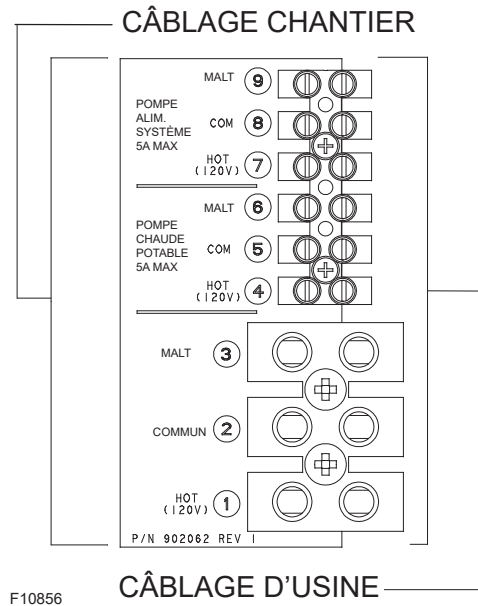
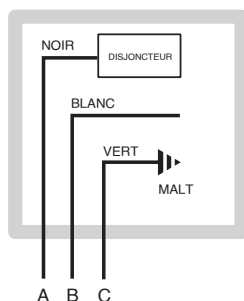
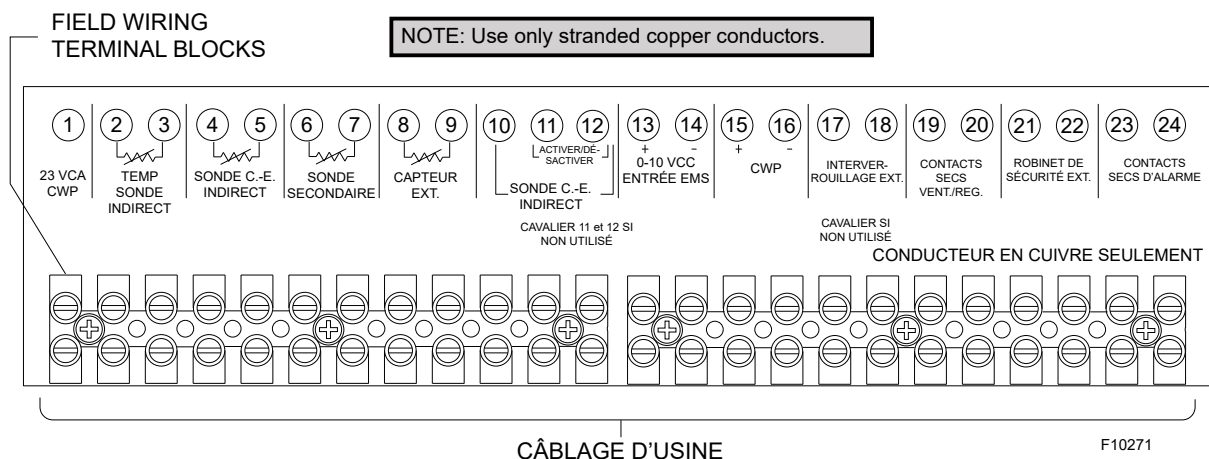

Figure 20. Raccordements électriques
Figure 21. Raccordements d'alimentation
Figure 24. Câblage basse tension au chantier
Tous les raccordements de câblage haute tension doivent être effectués dans la boîte de jonction arrière, comme illustré à la **Figure 20**. Si requise, une pompe de chauffe-eau indirect nécessitant 5 A ou moins peut être alimentée par les bornes 4 (Hot), 5 (Com) et 6 (Gnd). Une pompe système nécessitant 5 A ou moins peut être alimentée par les bornes 7 (Hot), 8 (Com) et 9 (Gnd). La pompe de la chaudière doit être alimentée par un circuit de 30 A comportant un contacteur. Les pompes doivent être alimentées par des circuits de 30 A distincts comportant un contacteur. Les conducteurs d'alimentation de la chaudière MVB doivent être raccordés aux bornes 1, 2 et 3, comme indiqué à la **Figure 20**. Le câblage basse tension, y compris celui des capteurs, dispositifs d'asservissement ou d'activation/désactivation et autres options, doivent être raccordés aux bornes 1 à 24 du panneau avant, comme indiqué à la **Figure 24**.
**⚠ AVERTISSEMENT:** à l'aide d'un multimètre, mesurez les tensions comme demandé sur le panneau de distribution, avant d'y connecter tout équipement. Assurez-vous que la polarité du système électrique est uniforme et vérifiez le bon raccordement de la MALT (voir Figure 21).
Voir Figure 20 et Figure 21.
Raccordez les bornes Enable/Disable au bornier de l'appareil (voir **Figure 24**). Toute fermeture des contacts secs, notamment ceux d'un thermostat distant reliés à ces bornes, mettra l'appareil MVB en marche. Veillez à ce qu'aucune des bornes ne soit mise à la terre.
2. Si le système doit comporter une sonde extérieure (option B-32), connectez-la aux bornes marquées OUTDOOR SENSOR (voir **Figure 24**). Veillez à ce qu'aucune des bornes ne soit mise à la terre.
2. Pour activer cette fonction de commande à distance, réglez le micro-interrupteur DIP 5 à la position UP sur la carte PIM. Le micro-interrupteur DIP 5 bascule entre un signal EMS (UP) ou le signal VERSA (DOWN). Le micro-interrupteur DIP 2 de la carte PIM bascule entre une entrée Direct Drive (UP) et une température de consigne cible (DOWN).
4. Connectez un système de gestion de l'énergie ou tout autre module de commande auxiliaire aux bornes marquées 0-10V (+/-) (voir **Figure 24**). Portez une attention particulière pour éviter que toute partie du circuit +0-10 V n'entre en contact avec une surface mise à la terre.
3. Connectez le débitmètre de la boucle secondaire aux bornes 6 et 7 du bornier du module PIM de la chaudière principale (voir **Figure 24**).
4. Connectez le capteur de température extérieur aux bornes 8 et 9 du bornier de la chaudière principale (voir **Figure 24**).
5. Connectez le câblage Enable/Disable aux bornes 11 et 12 du bornier de la chaudière principale (voir **Figure 24**). Cette connexion doit être fournie par la fermeture des contacts secs.
Il est possible de raccorder une sirène ou un clignotant aux contacts d'alarme du bornier. Les bornes de l'alarme sont des contacts secs d'une capacité de 3A devant être raccordés à un relais normalement ouvert qui se referme en cas de panne ou de verrouillage. La tension maximale à travers ces contacts est de 30 VCA ou 30 VCC. Voir Connexions à effectuer au chantier, **Figure 24**.